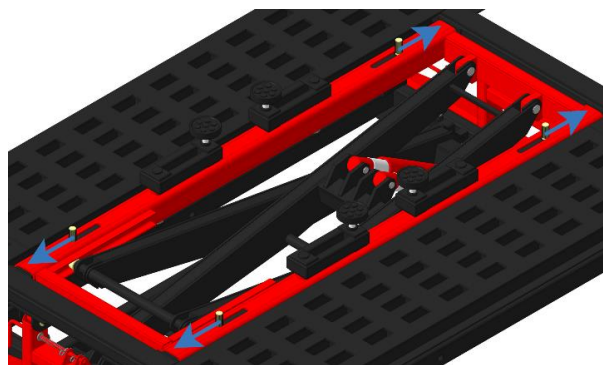

Рисунок 40
- Заблокируйте таким образом все 4 задвижки (рисунок 40).